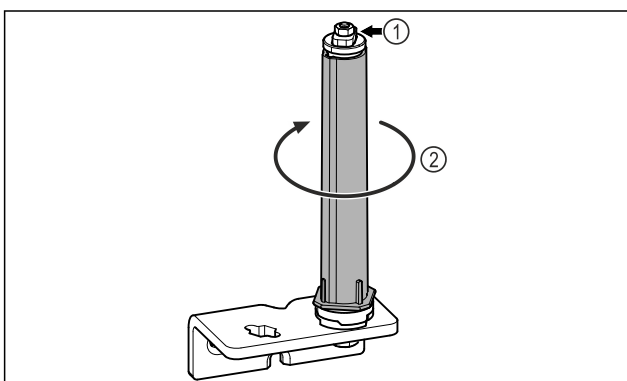

Fig. 28
- Türschließsystem Fig. 28 (1) nicht zerlegen.
- Schließsystem Fig. 28 (2) drehen, bis es klickt.